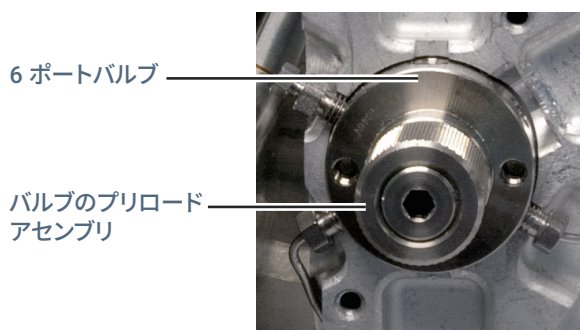

図 23. バルブのプリロードアセンブリ
- バルブ前面のプリロードアセンブリを手で外します (図 23)。